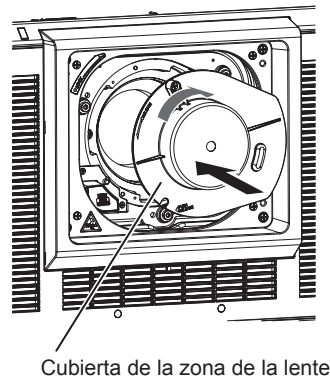

Figura 2
- 3) Instale la cubierta de la zona de la lente suministrada. (Figura 2)**